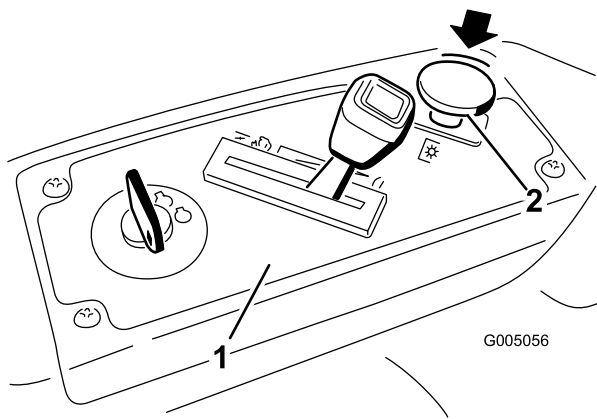

Bild 11
2. Kuppeln Sie die Messer aus, indem Sie den Zapfwellenantriebsschalter in die Aus-Stellung stellen (Bild 11).